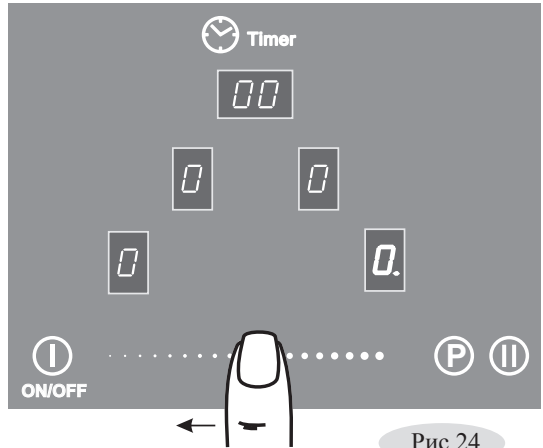
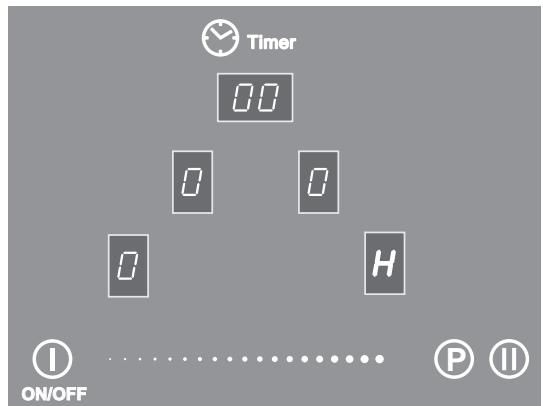

Рис.24
Рис.25
1. Работавшую конфорку перевести касанием зоны ② в режим управления.
2. Перемещая палец по поверхности ④ (рис. 24), установить в окне индикации значение «0» - конфорка отключится. В окне ③ будет светиться буква «Н», указывающая, что конфорка еще горячая (рис. 25).
После выключения конфорки в окне индикации ③ (рис. 25) высвечивается буква «Н» (от англ. hot – «горячий»). Индикация «Н» гаснет, когда температура рабочей зоны становится безопасной.